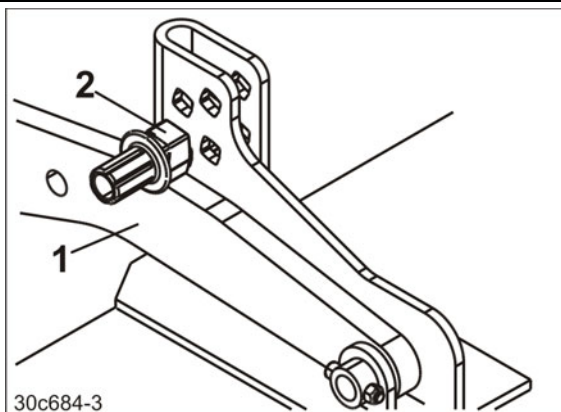

図 80
2. 耕深制御ピン (図 80/2) がサポートアーム (図 80/1) から離れるところまで、機械を上昇させます。
2. 耕深制御ピン ( 図 80/2 ) がサポートアーム ( 図 80/1 ) から離れるところまで、機械を上昇させます。
4. 先行するタイヤパッカーを、後続するローラー ( 図 80/2 ) と同じ高さに留めます。
2. サポートアームが下部ストッパーに接するまで、機械を上昇させます ( 図 80/1 )。
3. 耕深制御ピンを、最も低い位置に留めます ( 図 80/2 )。